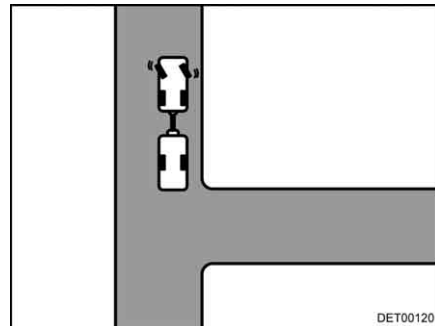

Bild 17 Styr åt vänster
- Vrid ratten åt vänster när fordonet står still (Bild 17).